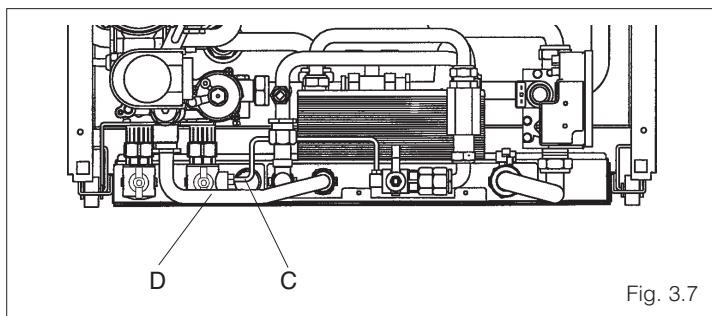

Fig. 3.7
- collegare i due tubetti alla caldaia utilizzando le apposite guarnizioni fornite a corredo (fig. 3.7).